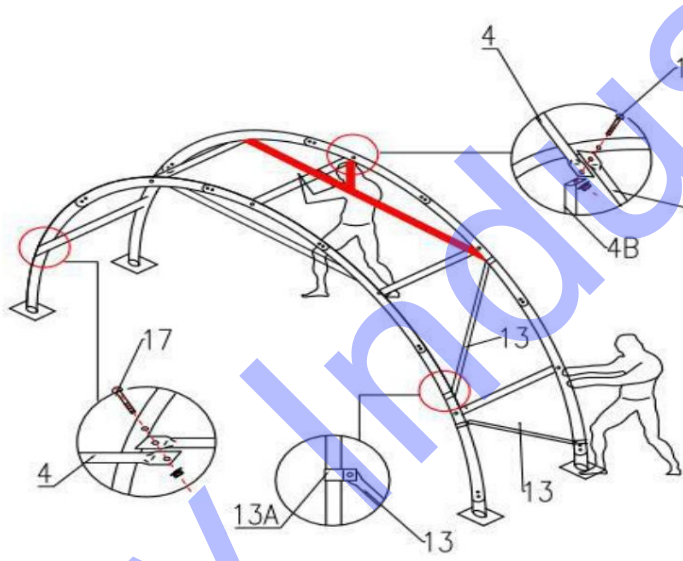

Figure 7
2. Connectez le tube de renfort diagonal (n° 13) avec le clip (n° 13A) entre les tubes coudés inférieurs comme illustré sur la figure 7 et 8.